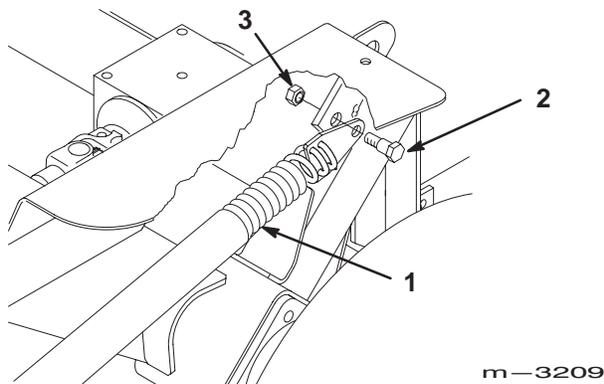

Figure 26
7. Vérifiez si les ensembles ressorts sont détendus. S'ils sont encore tendus, ajoutez des blocs pour surélever le bâti porteur. Si la tension est trop élevée, utilisez des blocs plus petits (Fig. 26).
8. Enlevez les boulons à épaulement (3/8 x 7/8 pouce (23 mm)) et les contre-écrous (3/8 pouce) qui fixent les embouts de ressort au bâti porteur (Fig. 26).